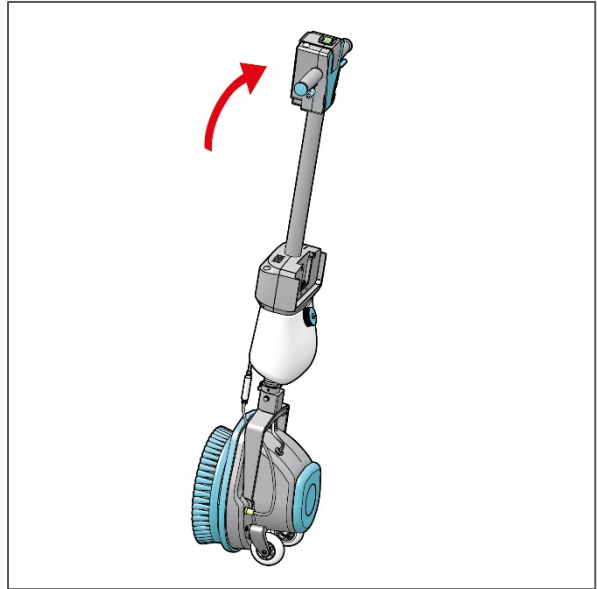

Figura 6
3. Sollevare i-scrub dal manico in posizione di riposo verticale (Figura 6). i-scrub resta in posizione verticale sulle sue ruote per il trasporto.